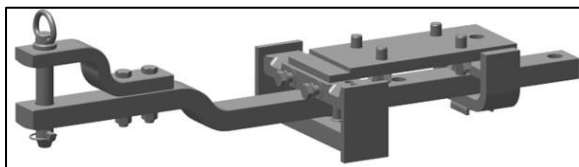

Fig. 208 – HOOGTEPOSITIE (2° OPTIE)
Ga als volgt te werk om de in Fig. 208 weergegeven hoogtepositie te verkrijgen.
4. Neem de dissel eruit en draai deze 180° links- of rechtsom om de in Fig. 208 getoonde hoogte te verkrijgen.